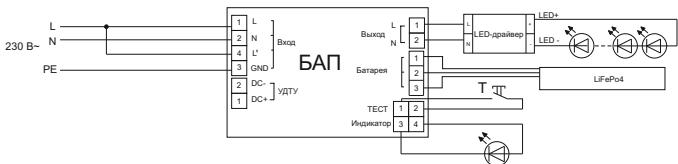

Рисунок 4
5.2.2 Постоянный режим. БАП подключается к светодиодному модулю и LED-драйверу, а входные клеммы L и L', БАП закорачиваются (рисунок 4).